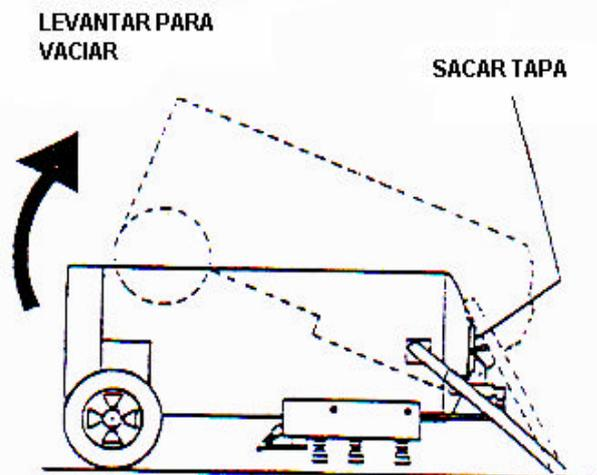

Figura 5
5. El producto remanente en el estanque puede ser vaciado, primero abriendo la válvula de alivio de éste, luego abriendo la compuerta o tapa del estanque y volteando el aparato. Tomarlo de la base y levantarlo para que salga producto a través de la compuerta. Ver figura 5.